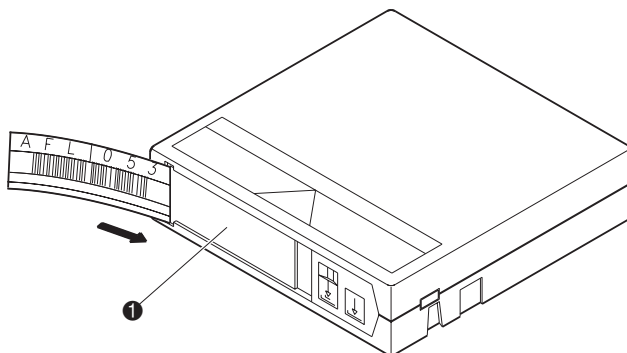

Abbildung 2-7: Anbringen von Barcode-Etiketten (hier: DLT-Kassette)
Schieben Sie bei DLT- und SDLT-Kassetten das Etikett in die Halterung (❶ Abbildung 2-7) an der Vorderseite der Bandkassette.